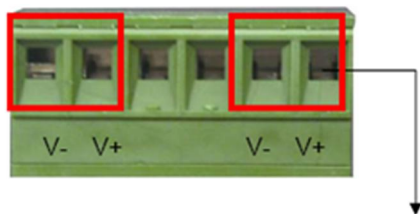

Рис.8 Съёмная клеммная колодка. Вид спереди
1. Подключите кабели от блоков питания с учётом полярности (рис.8).